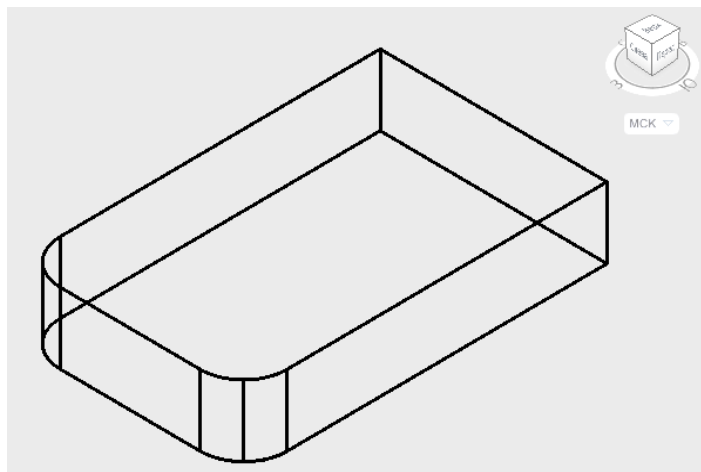

Рис. 5.3
3. Выполнить скругления вертикальных ребер на основании детали с использованием команды **СОПРЯЖЕНИЕ** (панель **Редактирование**) (рис. 5.3).